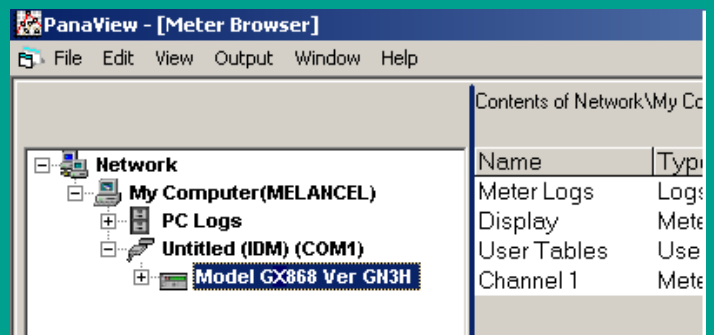

Figura 23: Árvore de rede atualizada
Se a inicialização for bem sucedida, o browser do medidor apresenta uma listagem semelhante à da figura 23.
1. Realce o contador (como mostra a figura 23).